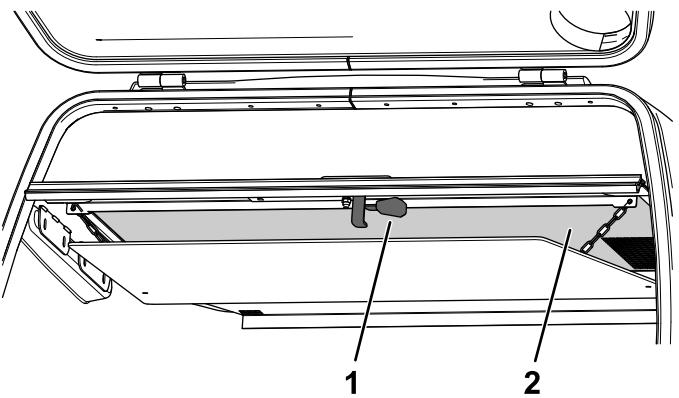

Figura 111
2. Tire hacia abajo de la palanca de liberación en la parte inferior de la rejilla de la tolva (Figura 111).